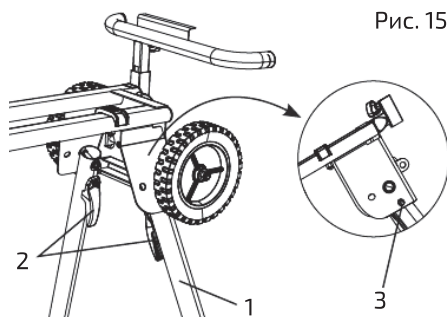

Рис. 15
1. Приподнять стойку со стороны колесиков и разложить ножку стойки (1), взявшись за блокировочный рычаг ножки стойки (2), чтобы разблокировать и перевести ножку стойки в разобранное положение. Центровочный штифт расположить в нижнем слоте (3) (рис. 15).